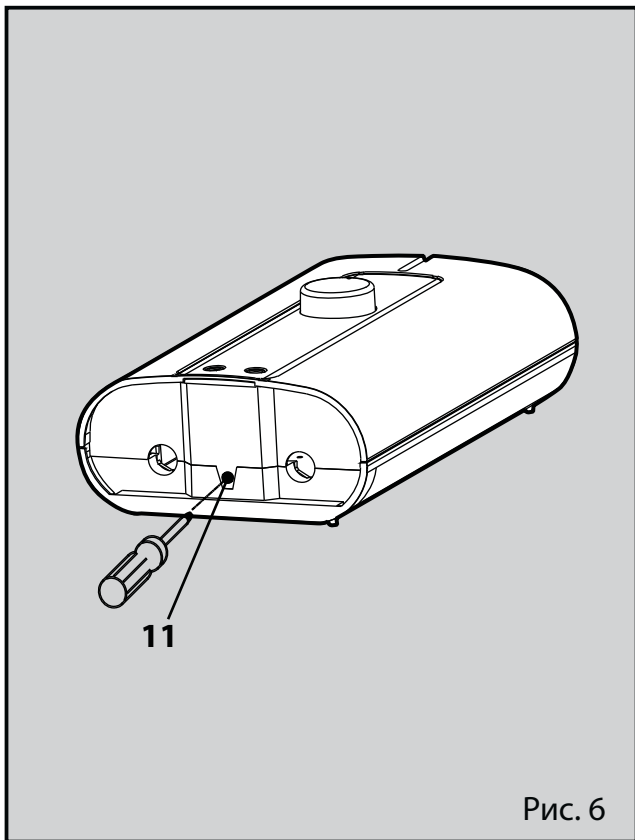

Рис. 6
| <ul style="list-style-type: none">1 Термостат двойного действия2 Кабельный сальник для подключения к электросети3 Индикатор электропитания4 Поворотная ручка для регулирования температуры5 Патрубок для подачи горячей воды в душевой шланг6 Патрубок для подключения к системе холодного водоснабжения7 Нижнее крепёжное отверстие (рис. 4)8 Место подключения к электросети | <ul style="list-style-type: none">9 Верхнее крепёжное отверстие (рис. 4)10 Соединительный кабель (рис. 5)11 Винт фиксации крышки (рис. 6)12 Глубина отверстия под крепёжный винт (рис. 3)13 Монтаж на стену (рис. 2)14 Комбинированный фильтр15 Шайба16 Накладная гайка в комплекте с шайбой (обеспечивается заказчиком)17 Клапан подачи воды18 Устройство защитного отключения (не входит в стандартную комплектацию) |
1. Отпустить винт фиксации крышки (рис. 6, поз. 11).